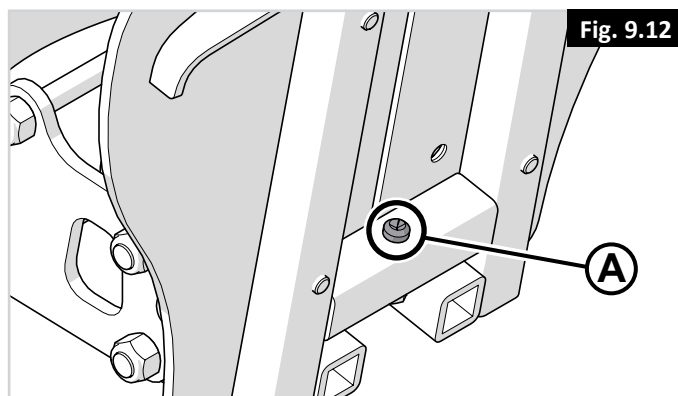

Fig. 9.12
2. Depois aperte (A - Fig. 9.12) (chave Allen de 4 mm)